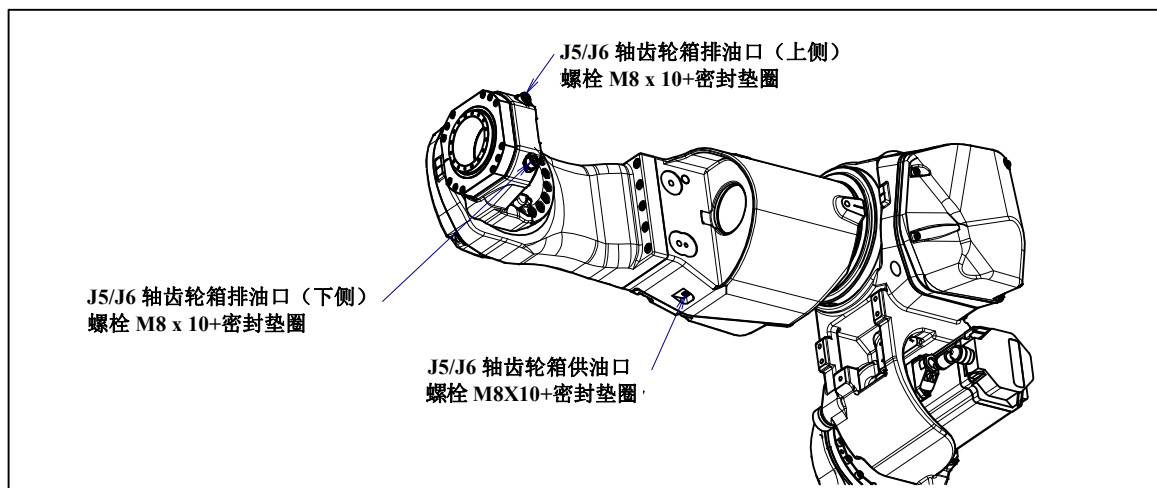

图 7.3.2.8 (a) 供油口和排油口
- 4 取下 2 个排油口的螺栓和密封垫圈。另外，取下供油口的螺栓和密封垫圈或者锥形螺塞。（按照图 7.3.2.8 (a)）此时，为了防油的溢出到周围，最后取下供油口的螺栓。